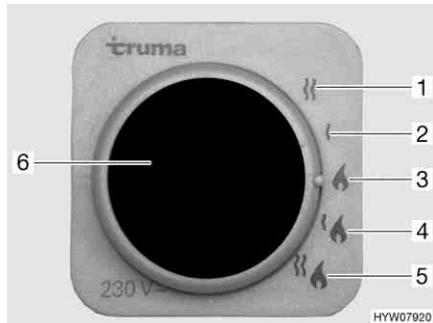

Fig. 73 Selettore di energia per riscaldamento/boiler
Il boiler è integrato nel riscaldamento e funziona a gas (funzionamento a gas) o a gas o a corrente (funzionamento a gas e funzionamento elettrico a 230 V). Il boiler si accende dalla centralina di controllo (Fig. 71) con l'interruttore girevole (Fig. 71,2). Sul selettore di energia (Fig. 73) viene preselezionato il tipo di energia (funzionamento a gas e elettrico a 230 V).
- Funzionamento a gas (Fig. 73,3)
- Funzionamento elettrico a 230 V con gradi di potenza da 900 W (Fig. 73,2) oppure 1800 W (Fig. 73,1)
- Funzionamento a gas e funzionamento elettrico a 230 V (funzionamento misto) con gradi di potenza da 900 W (Fig. 73,4) oppure 1800 W (Fig. 73,5)
Se viene selezionato il funzionamento elettrico a 230 V, la spia gialla di controllo si accende (Fig. 73,6).